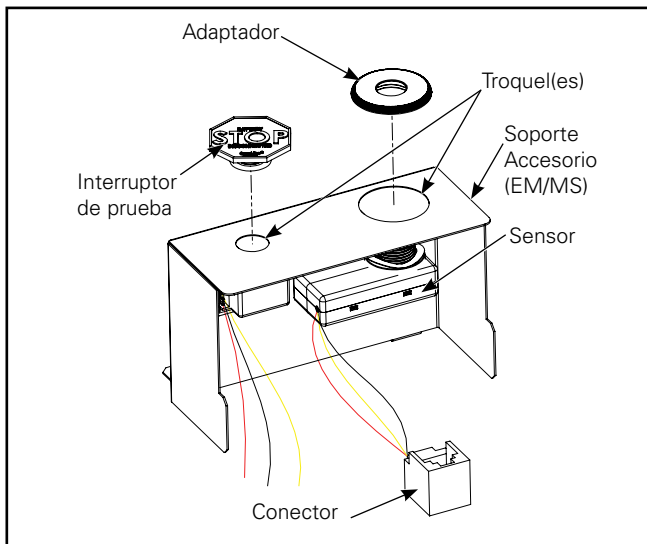
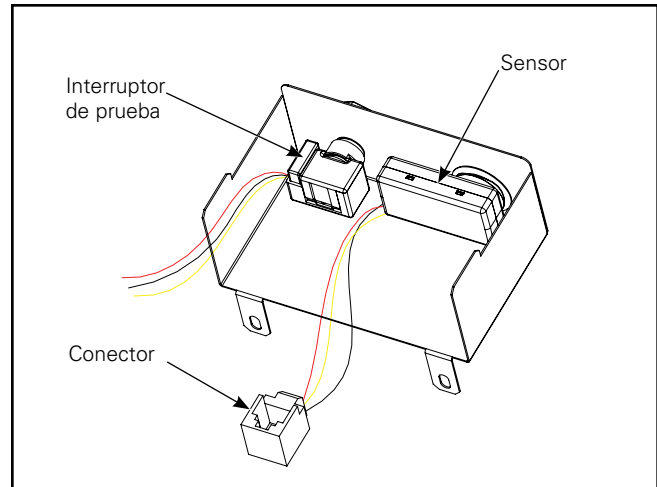

Figura 8.
Figura 9.
2. Interruptor de prueba y/o sensor (EM y MS): retire el(los) troquel(es) apropiado(s) del tamaño necesario del(de los) orificio(s) (Figura 8, 10) e instale el sensor y/o el interruptor de prueba de EM en el orificio, asegurándose de que el conector esté accesible. (Figura 9, 11.)